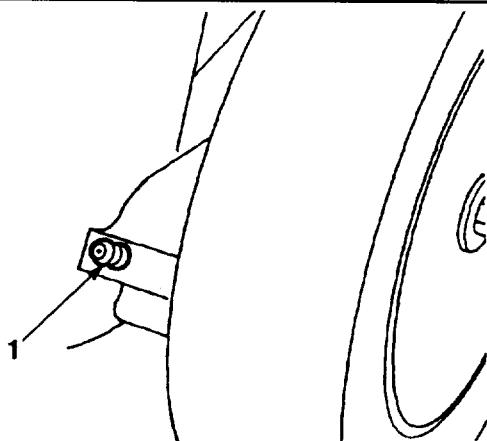

Abbildung 24
- Hebel der Schnithöheinstellung am Hinterrad auf Stufe "2" stellen. Alle Schmiernippel mit einem Lappen sauberwischen (Abb. 24). Eine Fettresse ansetzen und in jeden Nippel eins bis zwei Hübe Mehrzweckfett #2 auf Lithiumbasis einpressen.